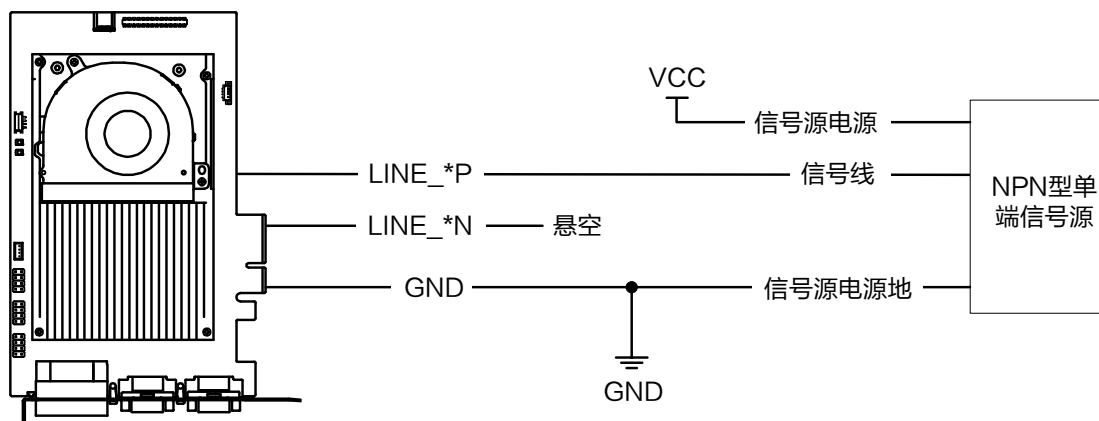
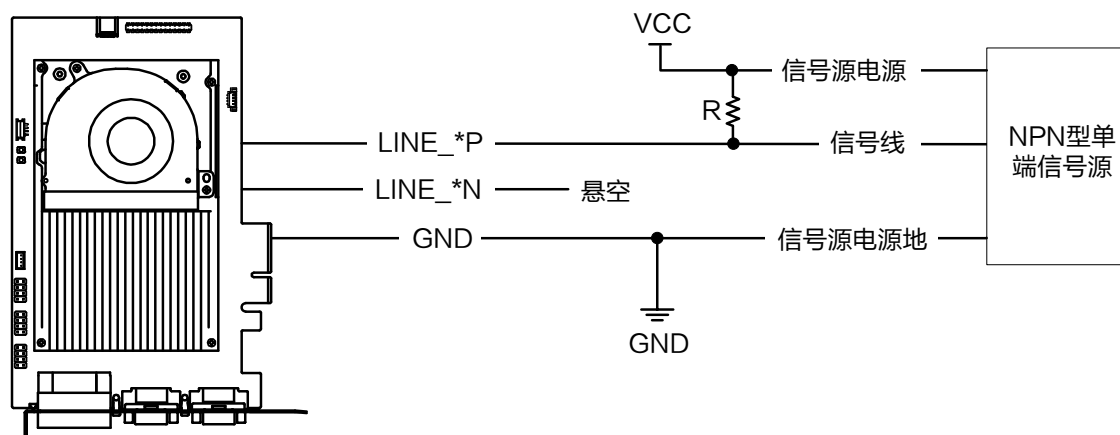

图4-9 NPN 单端输入接线（无需上拉电阻）
图4-10 NPN 单端输入接线（需上拉电阻）
- NPN 型单端信号源提供触发信号时，有两种不同的接法，如图 4-9 和图 4-10 所示，其中图 4-10 接线图中上拉电阻的阻值范围为 1 ~ 10 K Ω 。